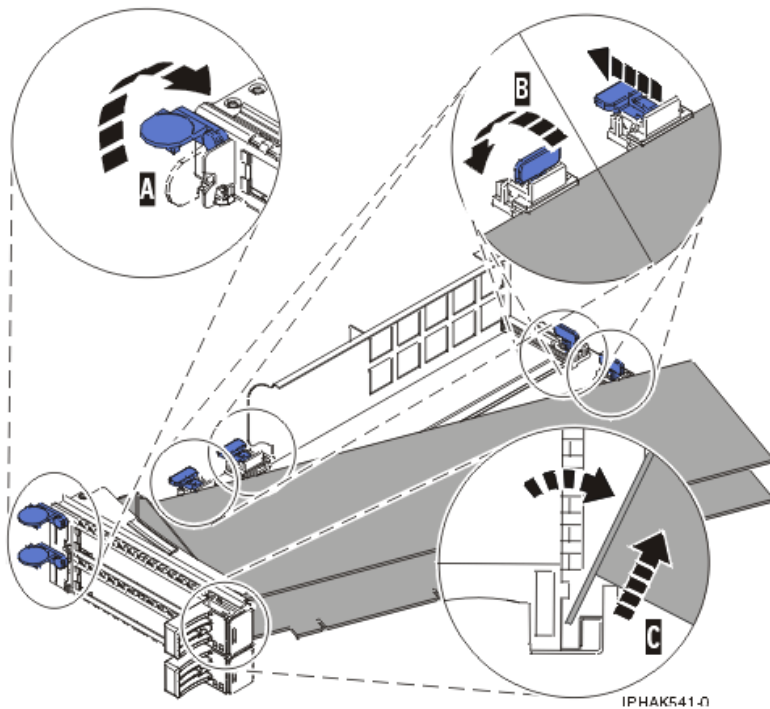

Abbildung 71. Adapter aus PCI-Adapterkassette ausbauen
- d. Drehen Sie den Drehstift (C) heraus und legen Sie ihn an einer sicheren Stelle ab.
- a. Entriegeln Sie die Adapterhalterungen, indem Sie die Halteklammer (A) in die horizontale Position drehen. Siehe Abb. 71 auf Seite 80.